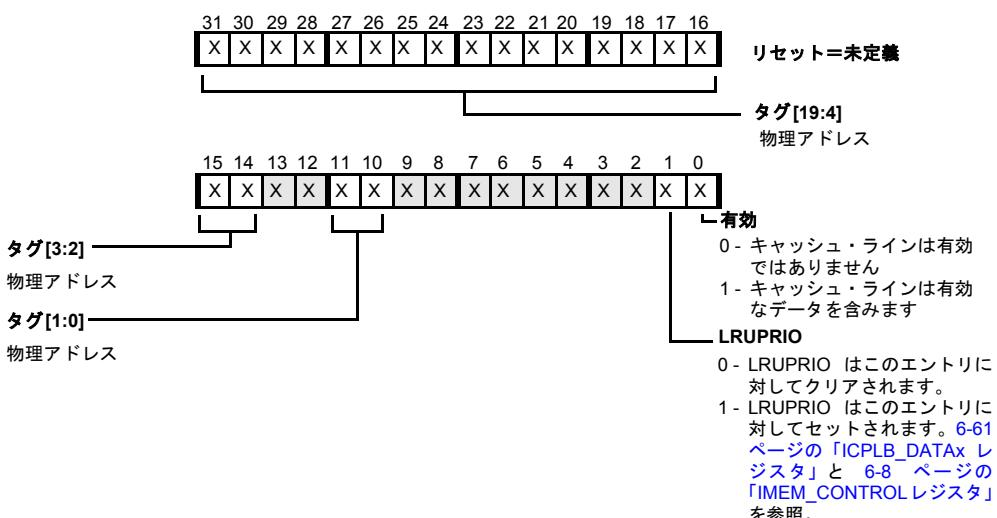

図 6-11. 命令テスト・データ0レジスタ
- 6-27ページの図6-11「命令テスト・データ0レジスタ」